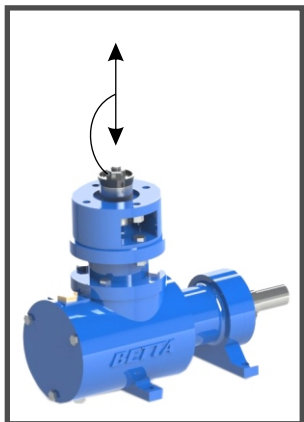

Fig. 41
- 5** - Tentar movimentar o suporte do reparo para cima e para baixo sem girar o eixo da bomba e verificar se existe folga excessiva nessa peça. Se isto ocorrer proceder a substituição das peças danificadas do interior do carter. (Fig. 41)